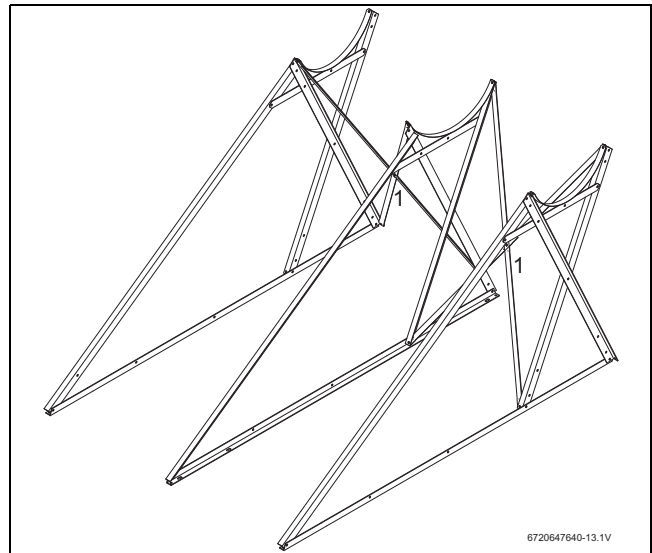

Fig. 22 Montar los perfiles de soporte traseros
- ▶ Atornillar 4 perfiles de soporte traseros formando 2 cruces (Fig. 22, [1]).